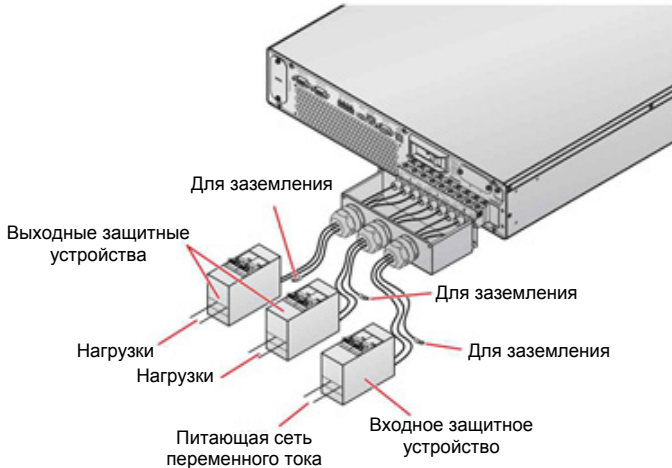

Рисунок 7-3. Схема электрических соединений одного ИБП
- 1 При подключении ИБП к сети и к нагрузкам настоятельно рекомендуется устанавливать защитные устройства. См. таблицу ниже и **Рисунок 7-3**.
- 4 Подключите к ИБП кабели сети переменного тока, внешнего батарейного блока и выходные кабели. См. **Рисунок 7-3**.
- 2 Включите входное защитное устройство (см. *Рисунок 7-3*), установленное между ИБП и сетью переменного тока, и входной автомат защиты. После этого на ЖК-дисплее отобразится **Экран начальной настройки** (для получения дополнительной информации см. п. *9.1 Экран начальной настройки*).
- 4 Если ИБП работает исправно, включите выходные защитные устройства (см. **Рисунок 7-3**), установленные между ИБП и нагрузками.
(1) Нажмите и удерживайте кнопку **ВКЛ/ОТКЛ.** () в течение 3 секунд, (2) отпустите кнопку после того, как раздастся одиночный звуковой сигнал, (3) выберите «Yes» (Да) с помощью кнопки Вверх или Вниз ( / ) и (4) нажмите кнопку Ввод ()
-  Выключите автомат защиты, входное защитное устройство (см. **рис. 7-3**) и выходные защитные устройства (см. **рис. 7-3**).